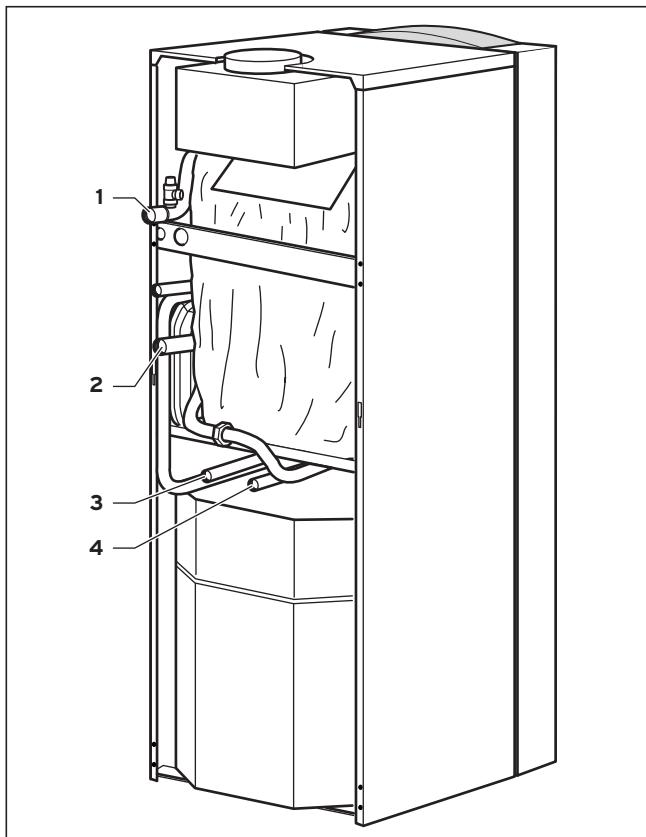

Fig. 4.1 Raccords du côté du chauffage
- Installez le départ du chauffage (1) et le retour (2) conformément aux indications dans la fig. 4.1.
- Raccorder le préparateur selon Fig. 4.1.